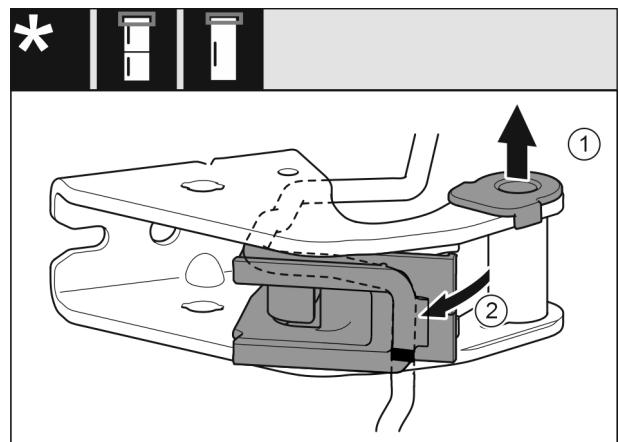

Fig. 26
- Lagerbuchse aus Führung ziehen. Fig. 26 (1)
- Kabelhalterung ausschwenken. Fig. 26 (2)